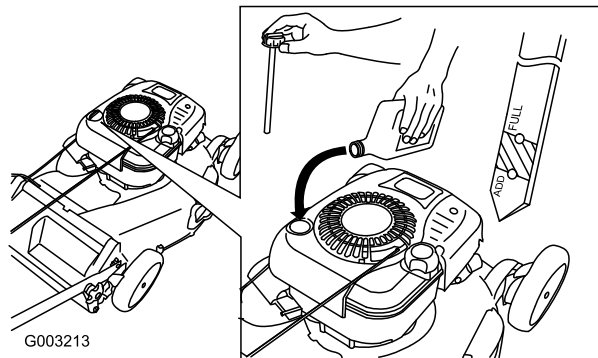

Figure 7
- Retirez la jauge (Figure 7).
- Versez de l'huile **lentement** dans le goulot de remplissage pour faire monter le niveau de liquide jusqu'au repère du plein (Full) sur la jauge (Figure 7). **Ne remplissez pas excessivement.** (Remplissage max. : 0,77 l, type : huile détergente SAE 30W de classe de service API SF, SG, SH, SJ, SL ou supérieure.)